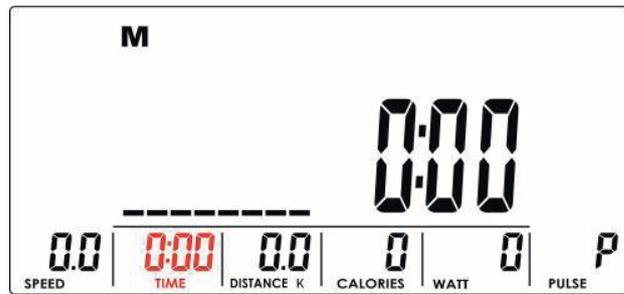
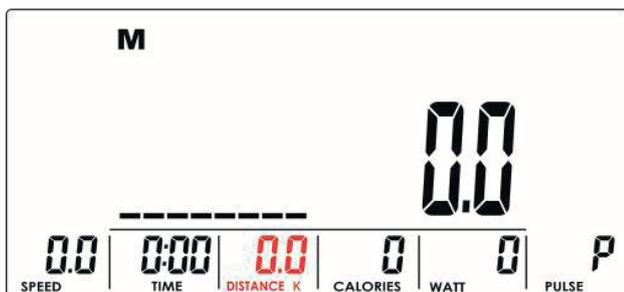
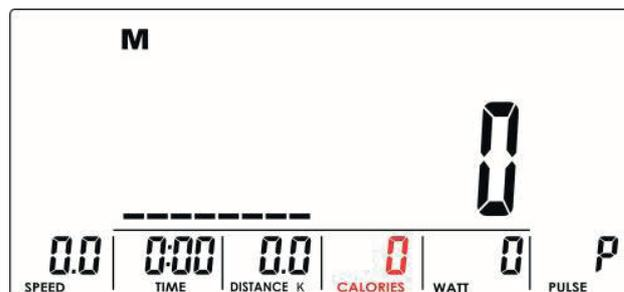
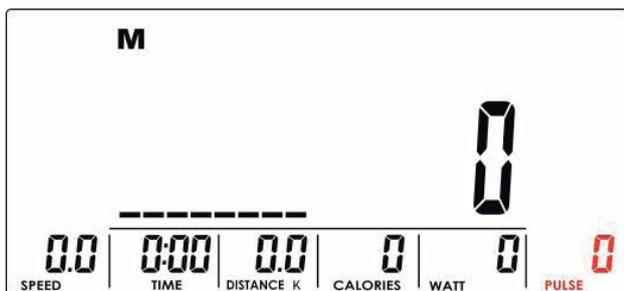

Fig. 5
Fig. 6
Fig. 7
Fig. 8
3. Entrez le temps (fig. 5), la distance (fig. 6), les calories (fig. 7) et le pouls (fig. 8) à l'aide des touches UP/DOWN. Validez votre saisie à l'aide de la touche MODE / ENTER.